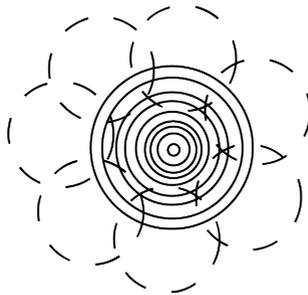

Abbildung 4
- Ein korrekter Tauchabstand sorgt dafür, dass die Verdichtungszone einwandfrei überlappen und keine unverdichteten Stellen verbleiben. (Abb. 4)